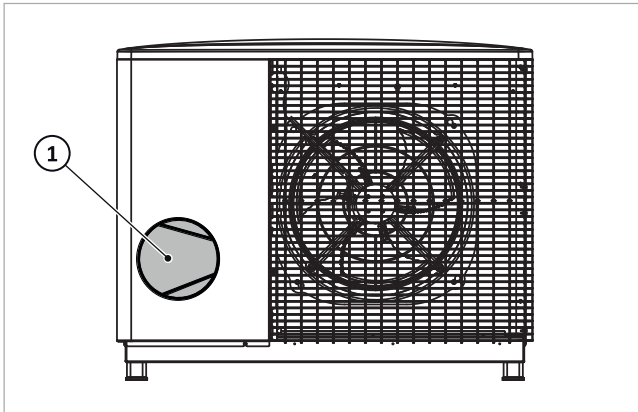
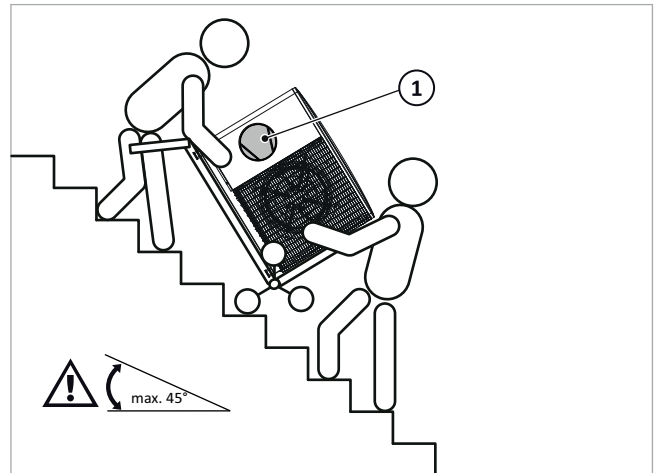

Abb. 4: Transport SolvisLea Pro - Position des Schwerpunkts (1) in der Wärmepumpe
Abb. 5: Transport SolvisLea Pro mit Treppenkarre - max. zulässige Neigung beachten
- Beim Transport den Schwerpunkt des Geräts beachten, dieser befindet sich im Bereich des Verdichters (1) (siehe → Abb. 4 und Abb. 5)
- Wenn das Gerät beim Transport angekippt werden muss, darf dies nur kurzzeitig über eine der Längsseiten und mit max. 45° Neigung geschehen. Der Verdichter (siehe → Abb. 5) soll sich dabei stets an der höher gelegenen Geräteseite befinden.